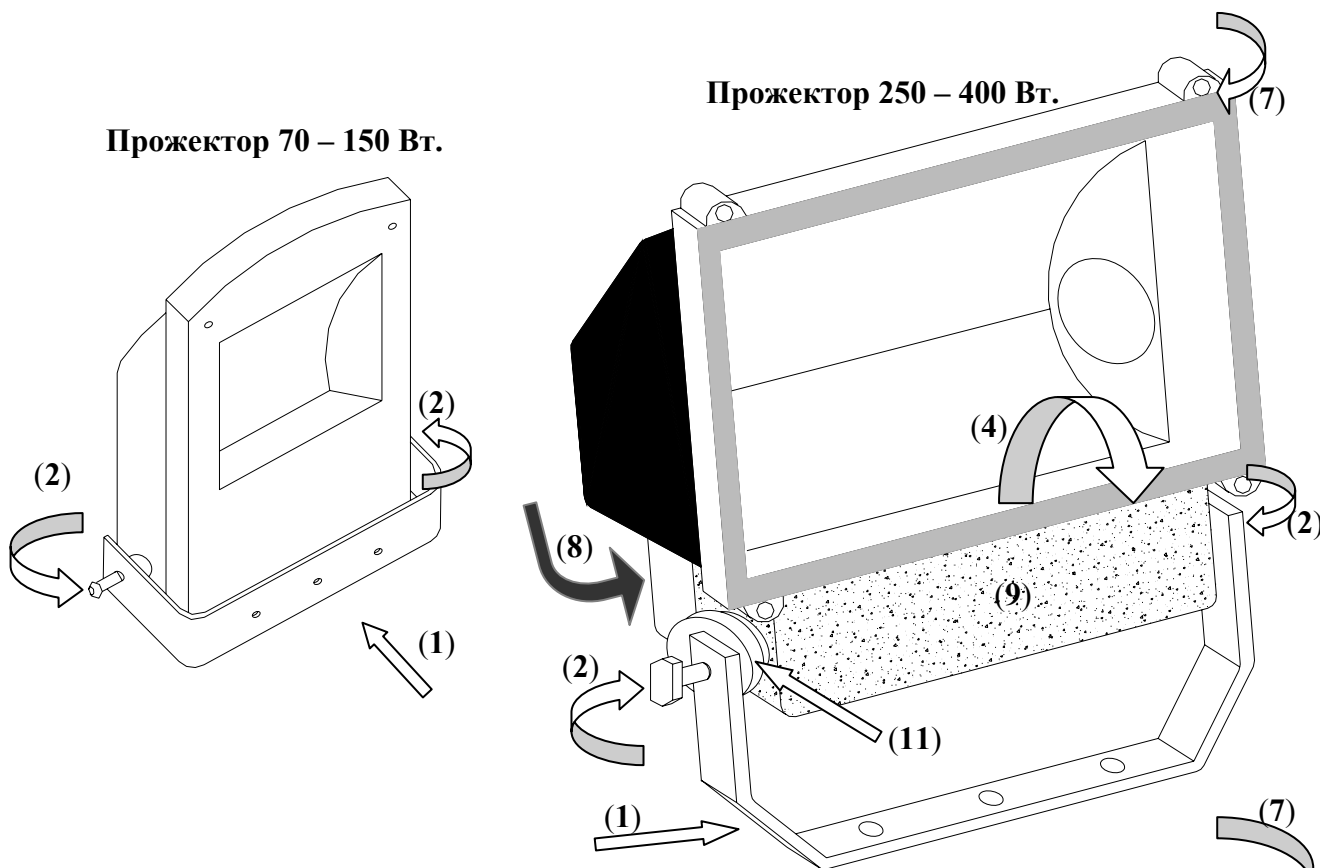
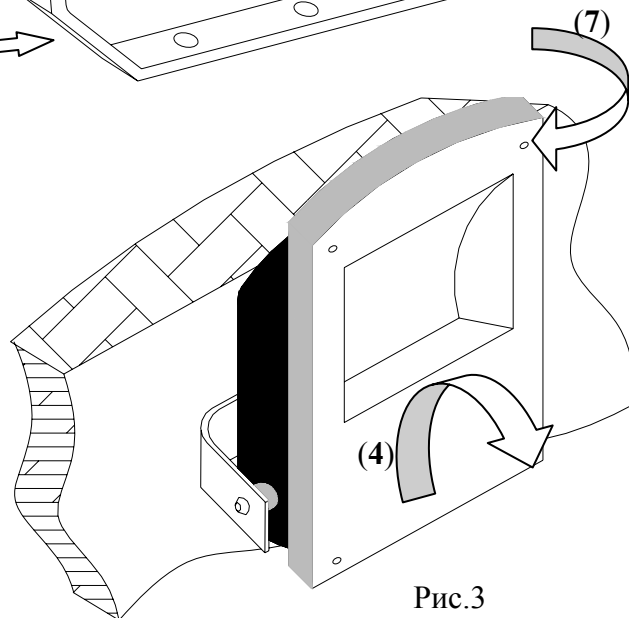
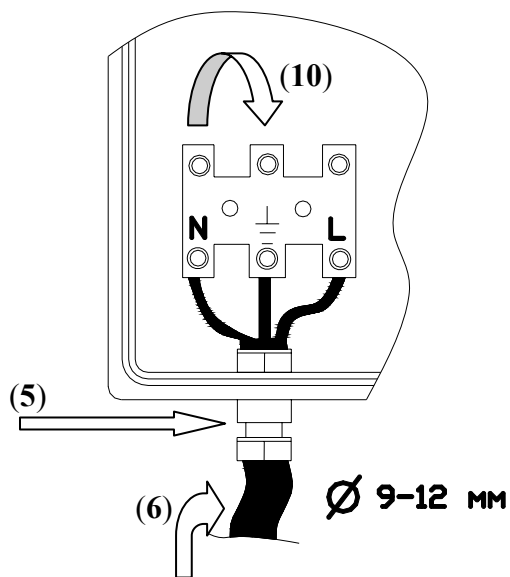

Рис.1
Рис.3
Рис.4
- ❖ С распакованного прожектора снять лиру (1), отвернув два винта (2) ее крепления на корпусе (рис.1).
- ❖ Установить корпус прожектора на лире так, чтобы она не препятствовала откидыванию передней крышки (4) прожектора (рис.3) и вводу питающего кабеля (5) в кабельную втулку (6) (рис.4).
- ❖ Откинуть переднюю крышку (4) (рамку с защитным стеклом прожектора 250 или 400 Вт), отвернув 4 винта (7) ее крепления на корпусе (рис.3). У прожектора 250 – 400 Вт снять заднюю крышку (8) электрического бокса (9) (рис.1).
- ❖ Ввести в кабельную втулку (5) подготовленный кабель питания (6) и закрепить его концы в клеммной колодке (10), соблюдая указанную полярность (рис.4).
- ❖ Установить прожектор под необходимым углом к вертикали, используя угломерную шкалу (11), и закрепить корпус прожектора на лире, затянув винты (2) (рис.1).